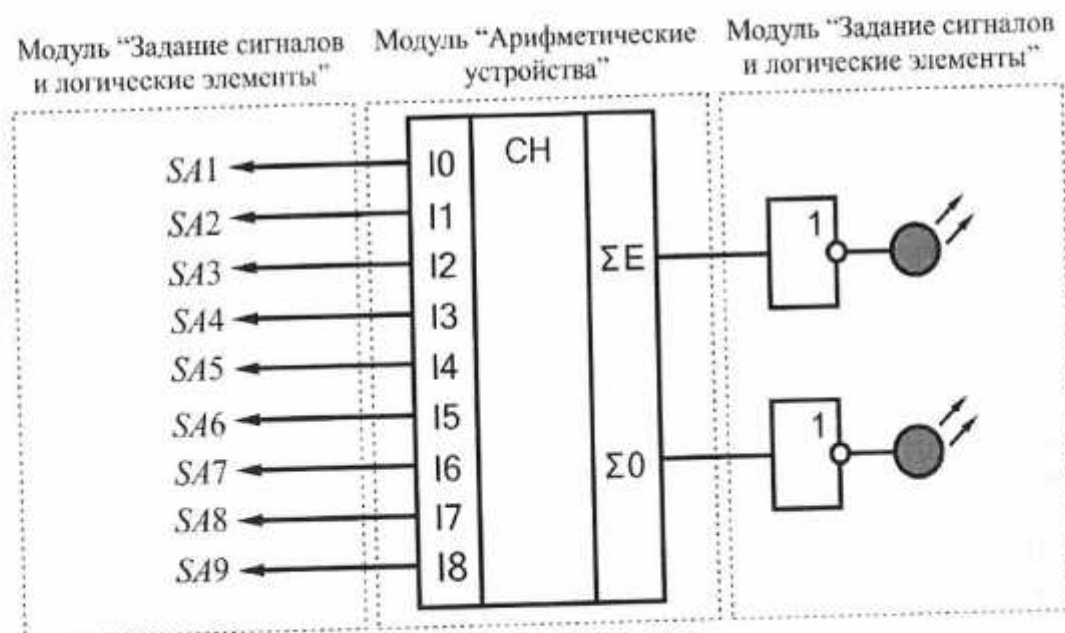

Рис. 13.9. Схема электрическая соединений лабораторных модулей для изучения работы схемы контроля четности
5. Согласно рис. 13.9 выполнить электрические соединения модулей для изучения работы схемы контроля четности. **Монтаж схемы производить при отключенных автоматических выключателях и переключателях питания.**
Состояния выходов ΣE и $\Sigma 0$ контролировать при помощи светодиодов на выходе буферных элементов (рис. 13.9). Задавая различные комбинации логических уровней на входах $I0...I8$ заполнить таблицу истинности схемы контроля четности (табл. 13.8).